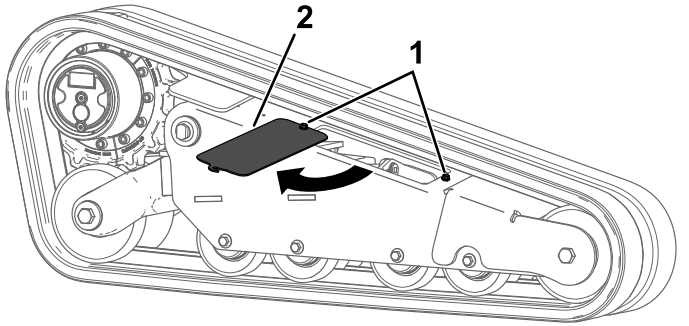

Figura 69
5. Afloje los 2 pernos y gire la cubierta de acceso para abrirla (Figura 69).
15. Cierre la cubierta de acceso y apriete los pernos (Figura 69). Apriete los pernos a 41 N·m (30 pies-libra).